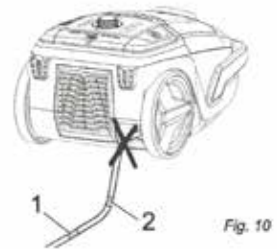
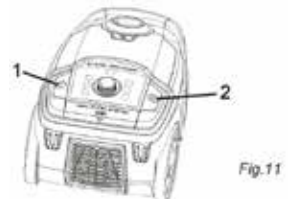

Fig. 10
Fig. 11
2. Dra ut nätsladden tills den gula markeringen syns (bild 10/1).
Om den röda markeringen syns (bild 10/2) ska du dra in sladden till den gula markeringen genom att trycka på indragningsknappen (bild 11/2). Annars kan nätsladden skadas. Det finns risk för elstöt.
3. Slå på dammsugaren med strömbrytaren (bild 11/1).